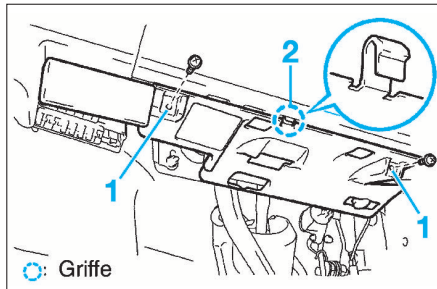

FIG. 5
- Déposer les deux vis de fixation (1) et détacher la griffe (2) du cache inférieur de la planche de bord (fig. 5).